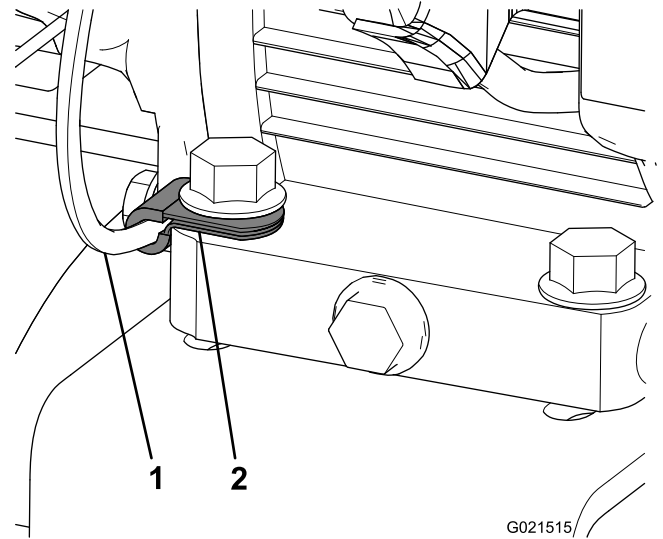

図 6
5. 新しいクリップをスロットルケーブルに取り付け、エンジンコンバージョン取り付けブラケットに取り付ける右前のボルトを使用する **図 6**。